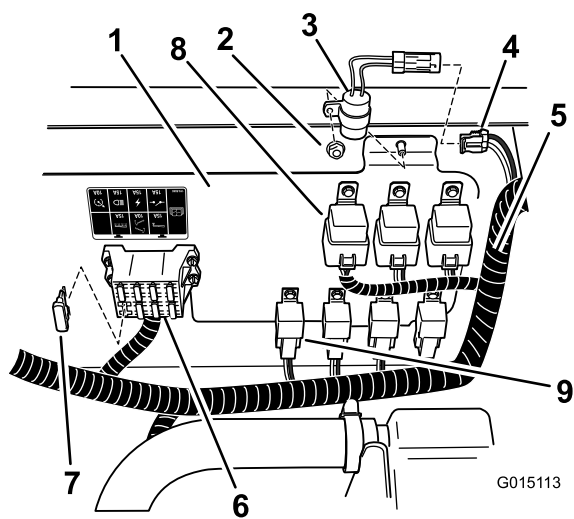
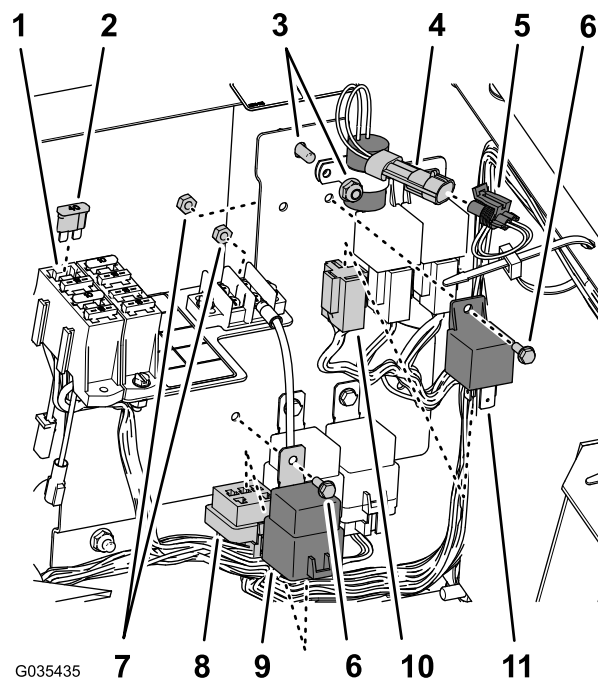
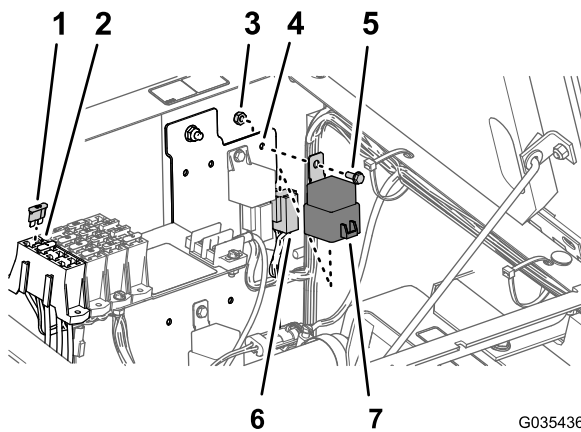

Figure 26
Figure 27
Figure 28
- A. Montez le temporisateur à l'emplacement indiqué à la Figure 26 ou la Figure 27 à l'aide du contre-écrou du panneau électrique.
- B. Branchez le temporisateur au connecteur à 2 douilles « Delay Timer » du faisceau de la machine (Figure 26 ou Figure 27).
3. Insérez un fusible (40 A) dans l'emplacement libre du porte-fusibles, comme montré à la Figure 26, la Figure 27 ou la Figure 28.
4. Trouvez le relais et le relais d'alimentation en ligne avec les autres relais du même type, et montez-les sur le panneau (Figure 26, Figure 27 ou Figure 28) à l'aide des 2 boulons à embase (n° 10-24 x 1/2 po) et de 2 contre-écrous (n° 10-24).
5. Trouvez le connecteur à 4 douilles et le connecteur à 5 douilles sur le faisceau principal et branchez-les au relais (4 broches) et le relais d'alimentation (5 broches), comme montré à la Figure 26, la Figure 27 ou la Figure 28.